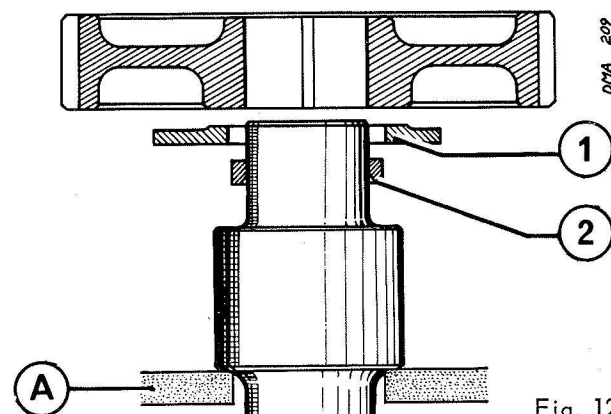

Fig. 12
- entretoise (2) chanfrein intérieur vers arbre à cames.
- bride (1) face d'appui contre l'arbre à cames (fig. 12).